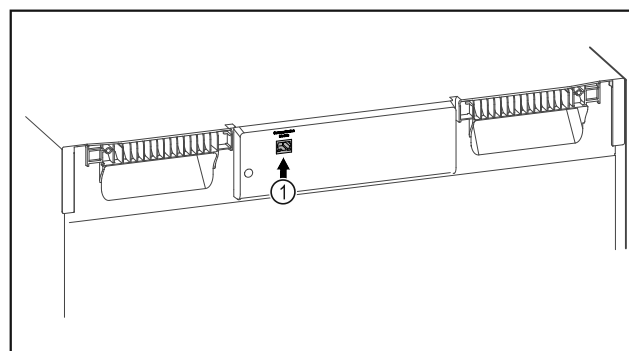

Fig. 97
- ☐ SmartModule Fig. 97 (1) inserito.